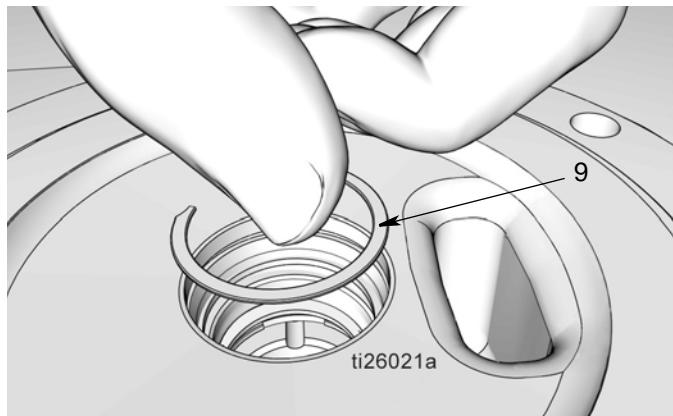

图 37
- j. 安装夹子 (9)(图 37)。当固定夹正确就位在沟槽上时应听到“咔哒”一声。